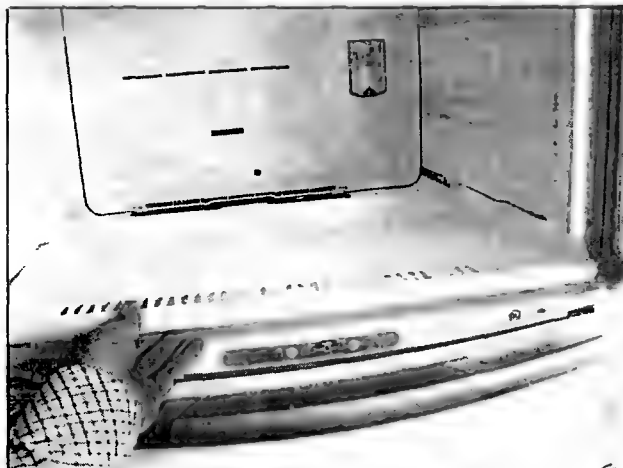

Рис. 2.6.5
- Извлекают лоток морозильного отделения (рис. 2.6.5)